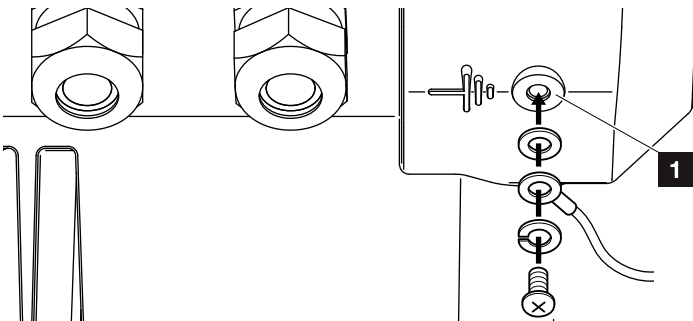

Abb. 33: Länderspezifischer PE-Anschluss
9. In Ländern, in denen ein zweiter PE-Anschluss vorgeschrieben ist, diesen an der gekennzeichneten Stelle des Gehäuses mit dem vorgegebenen Drehmoment von 3 Nm (M6) anschließen.  **Abb. 33, Pos. 1**